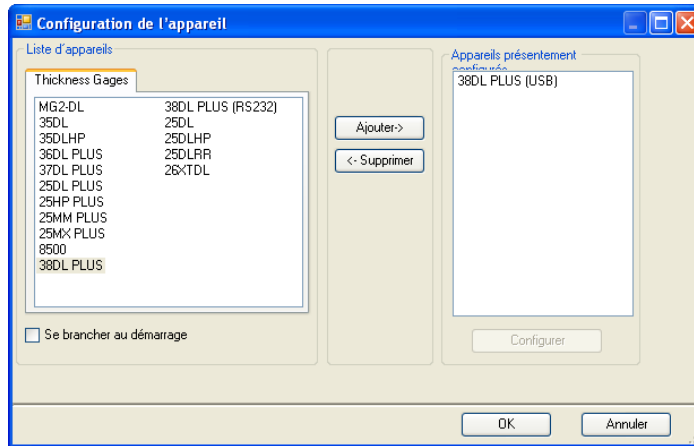

Figure 14-7 Boîte de dialogue Configuration de l'appareil
- b) Dans la boîte de dialogue **Configuration de l'appareil** (voir la Figure 14-7 à la page 285), faites ce qui suit :
- (1) Au paramètre **Liste d'appareils**, sélectionnez 38DL PLUS, et puis cliquez sur **Ajouter**.